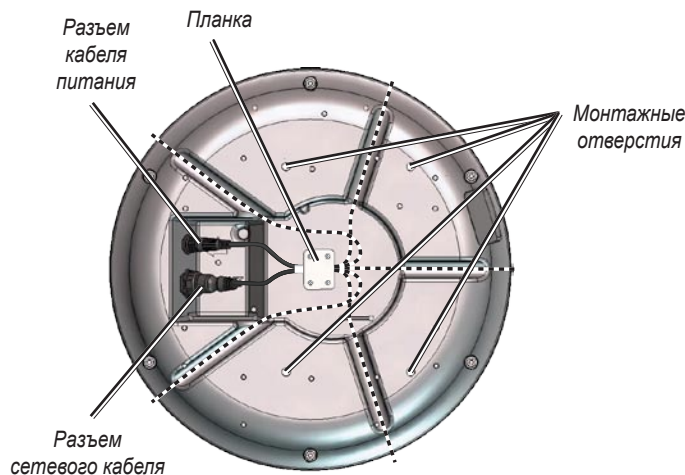

Рис. 2
2. Перед подключением кабеля питания проверьте правильность расположения паза и стопорного кольца кабеля относительно разъема питания. Вставьте 2-контактный кабель питания в разъем питания, а сетевой кабель RJ-45 — в разъем RJ-45 (рисунок 2). Поверните стопорное кольцо кабеля питания по часовой стрелке до упора. Закрутите стопорное кольцо кабеля RJ-45 по часовой стрелке до надежной фиксации.
3. Кабели питания и сетевые кабели можно проложить по одной из пяти специальных канавок в нижней части кожуха сканера и зафиксировать зажимной планкой (Рис. 2). Не сгибайте и не скручивайте кабели слишком сильно. Дополнительную информацию см. далее в разделе "Прокладка кабеля".
5. Закрутите четыре (4) стержня с резьбой M8 x 1,25 x 60 в монтажные отверстия в нижней части сканера. При правильной установке стержни не должны выступать из сканера более чем на 50 мм (2").